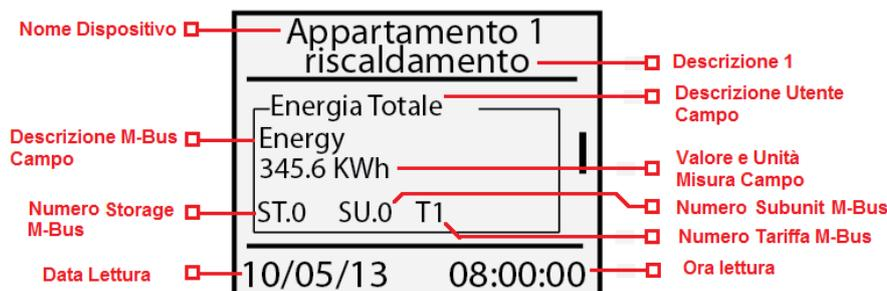

Figura 14 - Lettura dati da contatore
- **2-2:** premendo il tasto **OK** in corrispondenza di un contatore della lista si accede alla consultazione dei valori relativi all'ultima lettura effettuata (se presente). Il primo frame visualizzato, indicato in Figura 14, è comune a tutti i contatori trattandosi di un riepilogo delle informazioni principali del contatore come il valore del byte di stato M-bus, l'intervallo di lettura del contatore e il seriale completo. Il byte di stato M-bus, se diverso da zero, indica possibili anomalie del contatore. Nel caso in cui il contatore sia presente nel database interno al datalogger, per identificare l'anomalia, è necessario accedere al webserver e consultare la pagina Dispositivi dal menu Impostazioni. Nel caso in cui il contatore non è presente nel database interno è necessario fare riferimento al manuale utente del contatore per identificare l'anomalia corrispondente al numero indicato in Byte stato M-bus